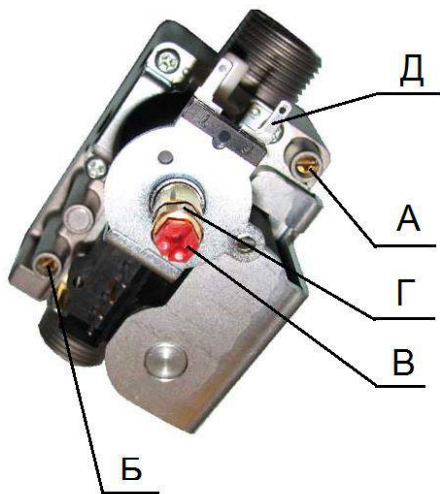

Рисунок 7 - регулятор подачи газа
- снять пластмассовый колпачок с регулировочных винтов В и Г (см. рисунок 7).